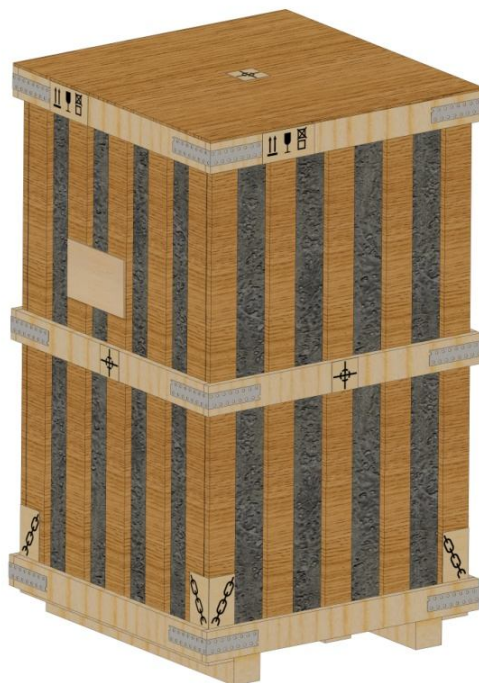
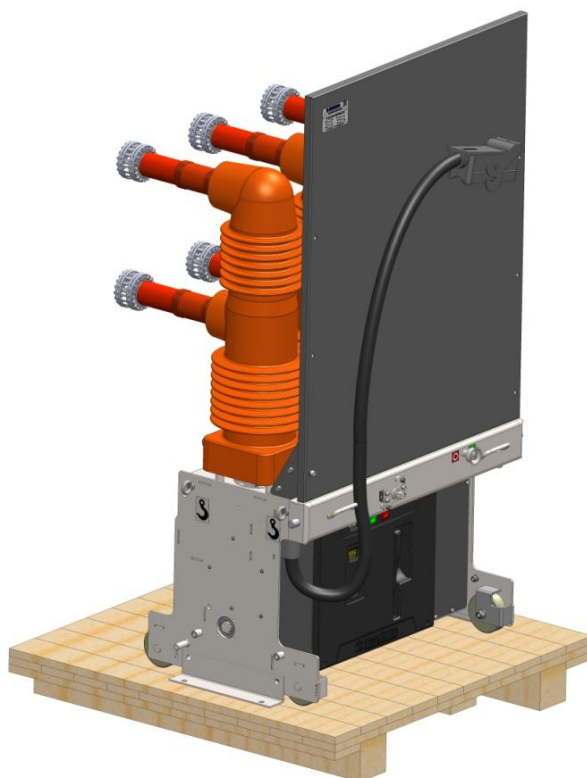

Рис. 11 Упаковка выключателя
Рис. 12 Способ крепления выключателя на транспортном поддоне
1.8.4 Для транспортировки выключатель устанавливается на деревянный поддон, и упаковывается в деревянную тару (рис. 11). Способы крепления выключателя на транспортном поддоне показаны на рис. 12.
– демонтировать фиксирующие металлические скобы, отвернув самонарезающие болты, которыми они крепятся к транспортному поддону, геачным рожковым ключом 13 мм и болты которые крепятся к выключателю, геачным рожковым ключом 17 мм (рис. 12);